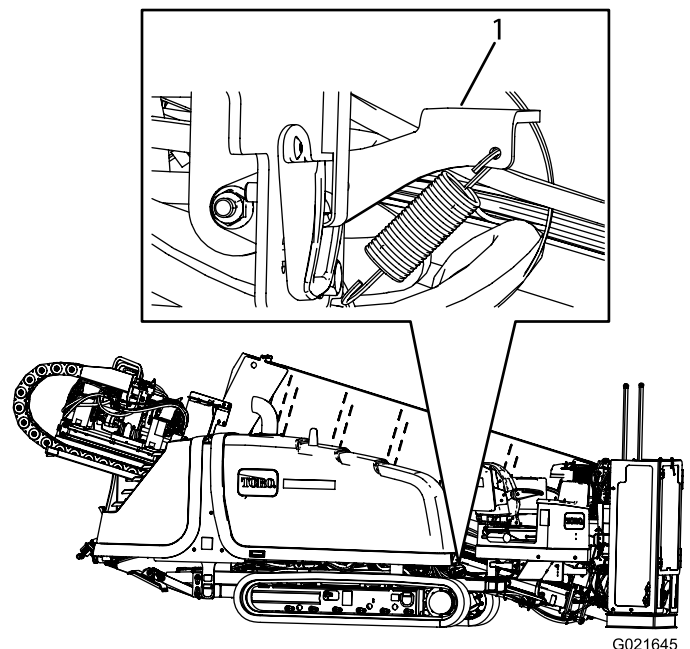

**Figure 95**
2. Appuyez sur le verrou du capot, comme montré à la Figure 95.